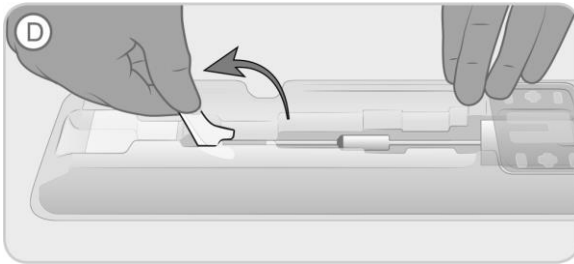

Abbildung 5. Hochklappen des Trichterhebels zur Freigabe des Geräts aus der Schale.
- D. Den Trichterheber von der horizontalen Position in die vertikale Position hochklappen, um das Abgabegerät aus dem Ladetrichter (auf der Schale mit „D“ bezeichnet) freizugeben (siehe Abbildung 5).